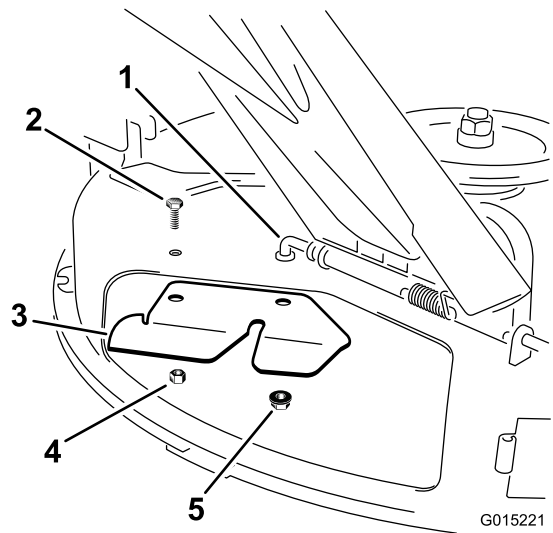

Figura 20
3. Montate il deflettore di scarico del sistema di raccolta sulla parte inferiore del piatto (Figura 20). Fissatelo con gli elementi di fissaggio rimossi in precedenza.